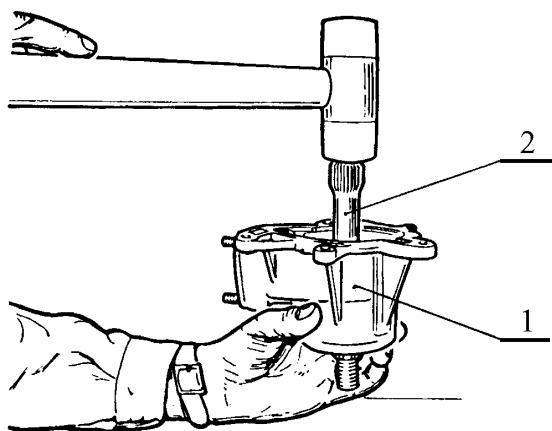

Рис.45. Установка вала в картер привода переднего моста:
5.4.2 Установить в картер 1, рис.45, привода переднего моста подшипник с валом 2 привода и установочное кольцо (щипцы для развода пружинных колец, молоток с пластмассовым бойком).